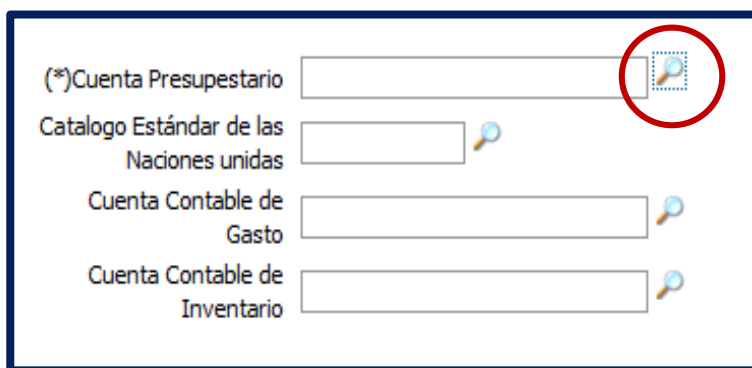
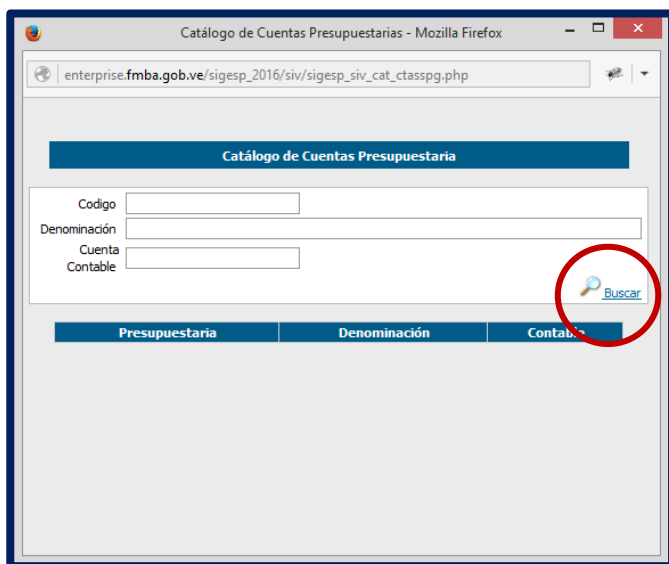

Imagen 48: Icono Lupa.
Imagen 49: Pantalla para buscar el Catalogo de Cuentas Presupuestarias.
10.- Colocar en el **Campo “Cuenta Presupuestaria”** aquí se debe seleccionar la Cuenta Presupuestaria al cual pertenece el Artículo que se está creando. Para asignar la Cuenta Presupuestaria se le debe dar clic al **Icono “Lupa”** (imagen 48) el cual se encuentra resaltado en un círculo de color rojo, al darle clic se abrirá una nueva pantalla **“Catálogo de Cuentas Presupuestarias”** (imagen 50) en esta imagen se le debe dar clic **“Buscar”** (imagen 49) o al **Icono “Lupa”** (imagen 49) ambos se encuentran resaltados dentro de un círculo de color rojo, esto mostrara el listado con todas las Cuentas Presupuestarias registradas o cargadas en el sistema.